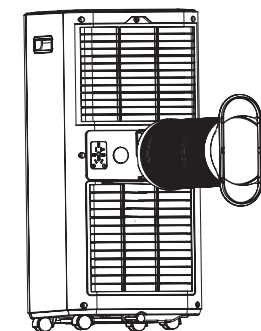

Рис. 7
2. Подключите шланг-воздуховод к прибору (Рис. 7).